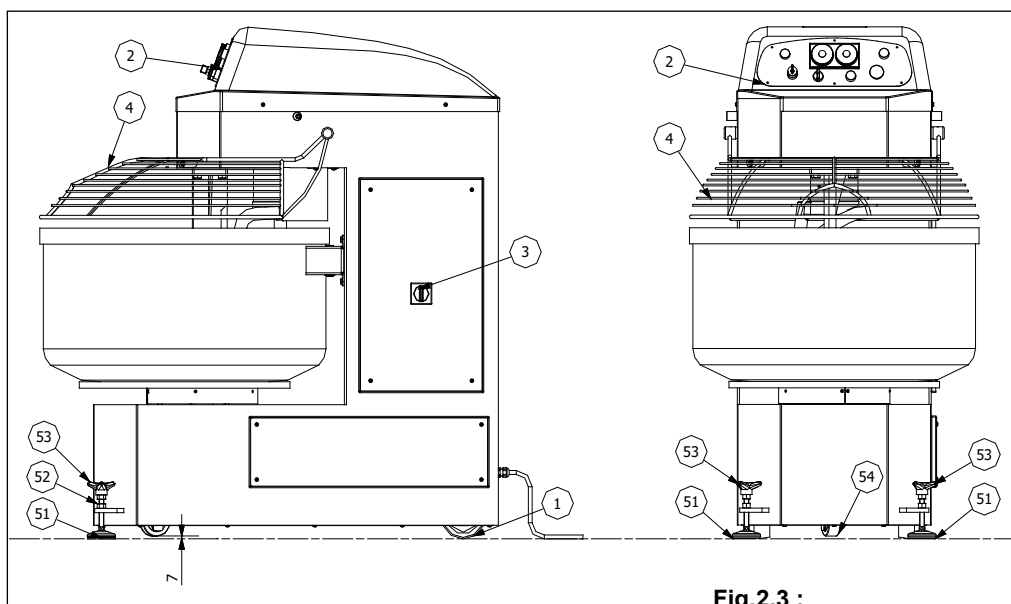

Fig.2.3 :
Après avoir positionné la machine dans la zone sélectionnée, ajustez les pieds de mise à niveau avant Pos.51 Fig.2.3 avec les volants à lobes Pos.53 pour obtenir un nivellement parfait et suivant serrer les écrous Pos. 52
2. Pendant que la machine fonctionne, soulever la grille de protection (Pos. 4 Fig. 2.3). La machine devrait s'arrêter immédiatement.